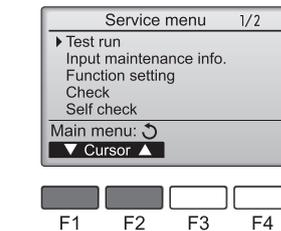

Fig. 7-1
- ① 从维修菜单选择“Test run”（运行测试），然后按下 [选择] 按钮。（Fig. 7-1）